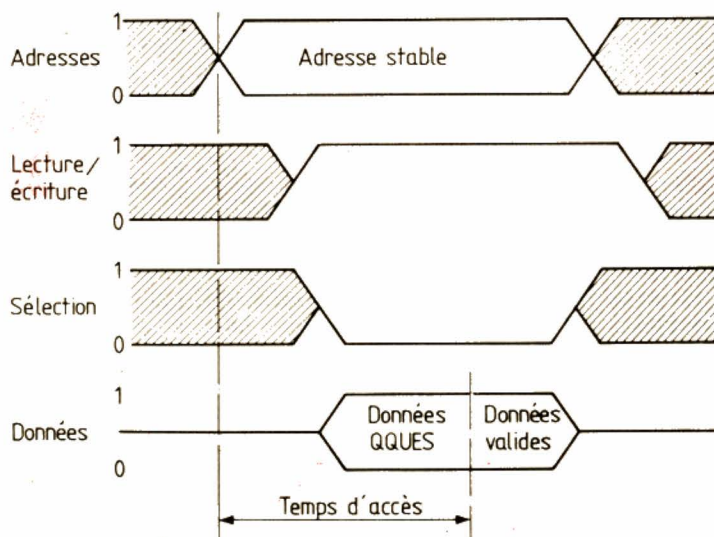

Fig. 9. — Chronogramme de lecture dans une mémoire.
- Le fonctionnement d'une mémoire est très simple à comprendre dans son ensemble, comme nous allons le voir en décrivant les chronogrammes présentés figure 9 pour la lecture et 10 pour l'écriture.
Les chronogrammes des figures 9 et 10 correspondent à ces indications avec les conventions suivantes :